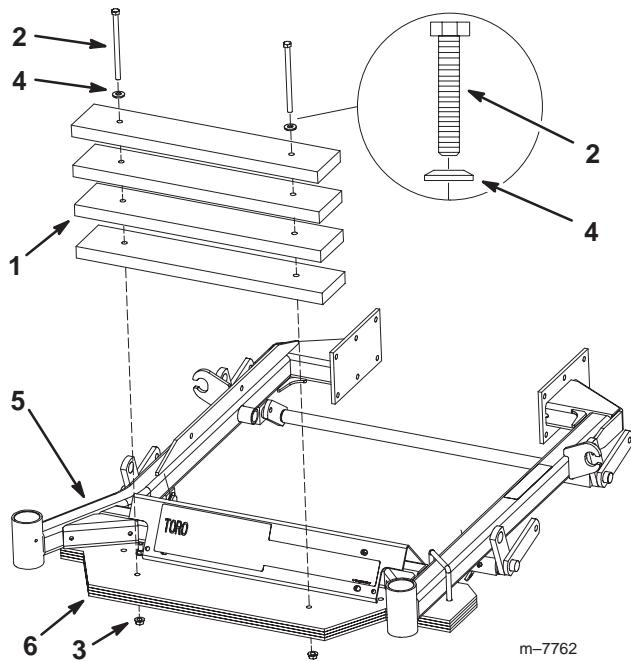

Bild 17
3. Setzen Sie die vier Schrauben (3/8 x 2 Zoll), 4 Belleville-Scheiben und die 4 Sicherungsmuttern (3/8 Zoll) in die Gewichtsplatten ein und ziehen Sie sie fest (Bild 17).
1. Positionieren Sie die Gewichtsstangen auf die Gewichtsplatten (Bild 17).
2. Montieren Sie die Gewichtsstangen mit den zwei Schrauben (3/8 x 5–3/4 Zoll), zwei Belleville-Scheiben und zwei Sicherungsmuttern (3/8 Zoll) an den Gewichtsplatten (Bild 17).